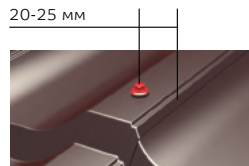

Рис. 5
• Листы соединяют саморезами в крайнюю верхнюю часть волны или в торец профиля (рис. 5) так, чтобы они не были прикручены к обрешетке и могли при этом соединять листы друг с другом. Шаг крепления через 1 волну (рис.6).
• Листы соединяют саморезами в крайнюю верхнюю часть волны или в торец профиля (рис. 5) так, чтобы они не были прикручены к обрешетке и могли при этом соединять листы друг с другом. Шаг крепления через одну волну (рис.6).
Самонарезающие винты, соединяющие листы металлочерепицы в продольном направлении необходимо смещать относительно края листа металлочерепицы на расстояние 20 – 25 мм (см. рис. 5).